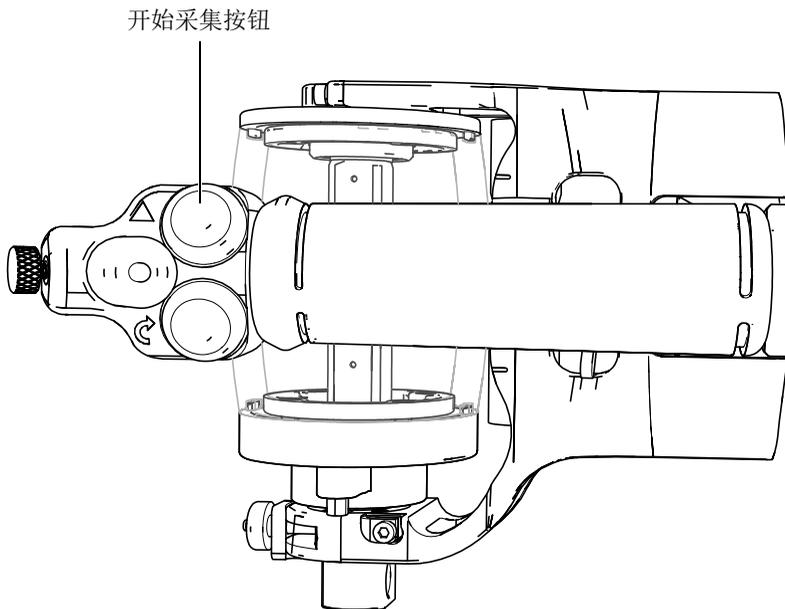

图 5-5 开始采集按钮的位置
8. 按下位于RollerFORM扫查器手柄顶部的开始采集按钮（参见第68页的图 5-5）。